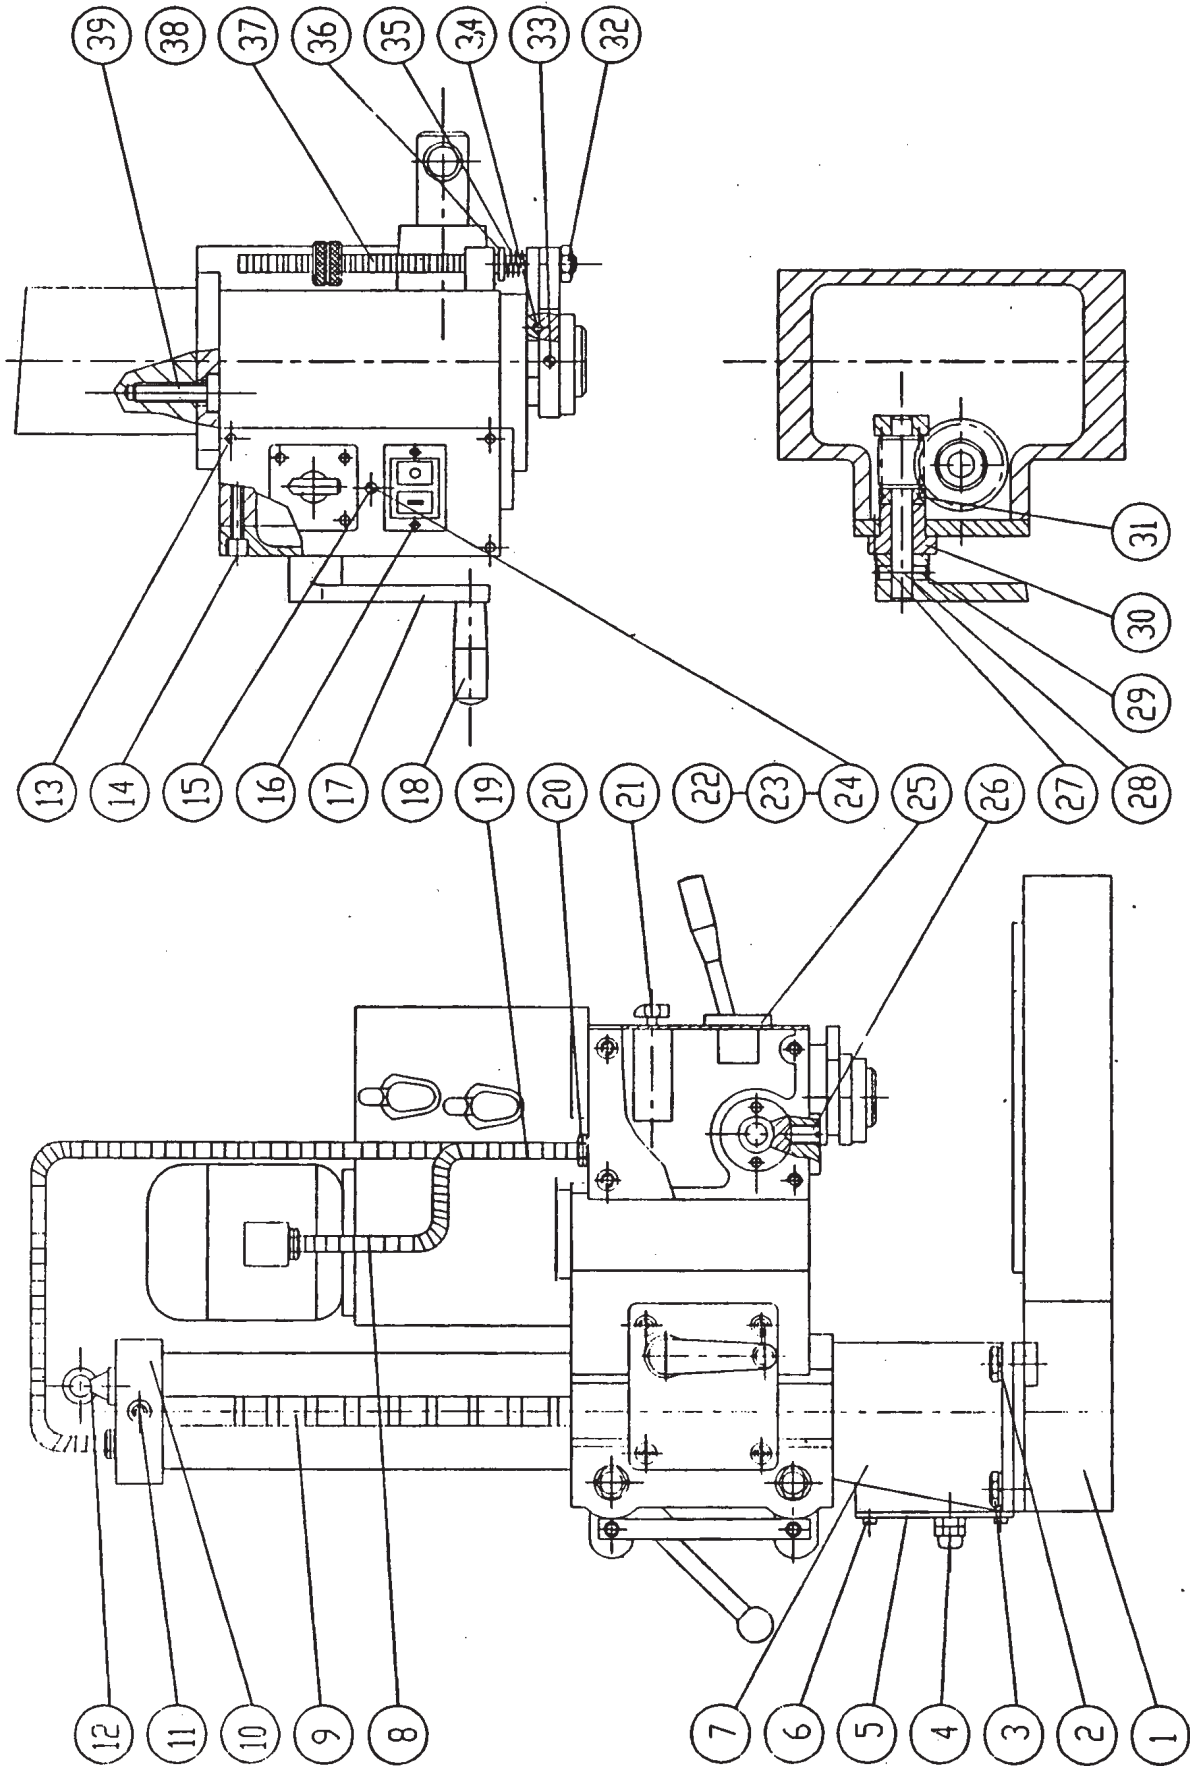
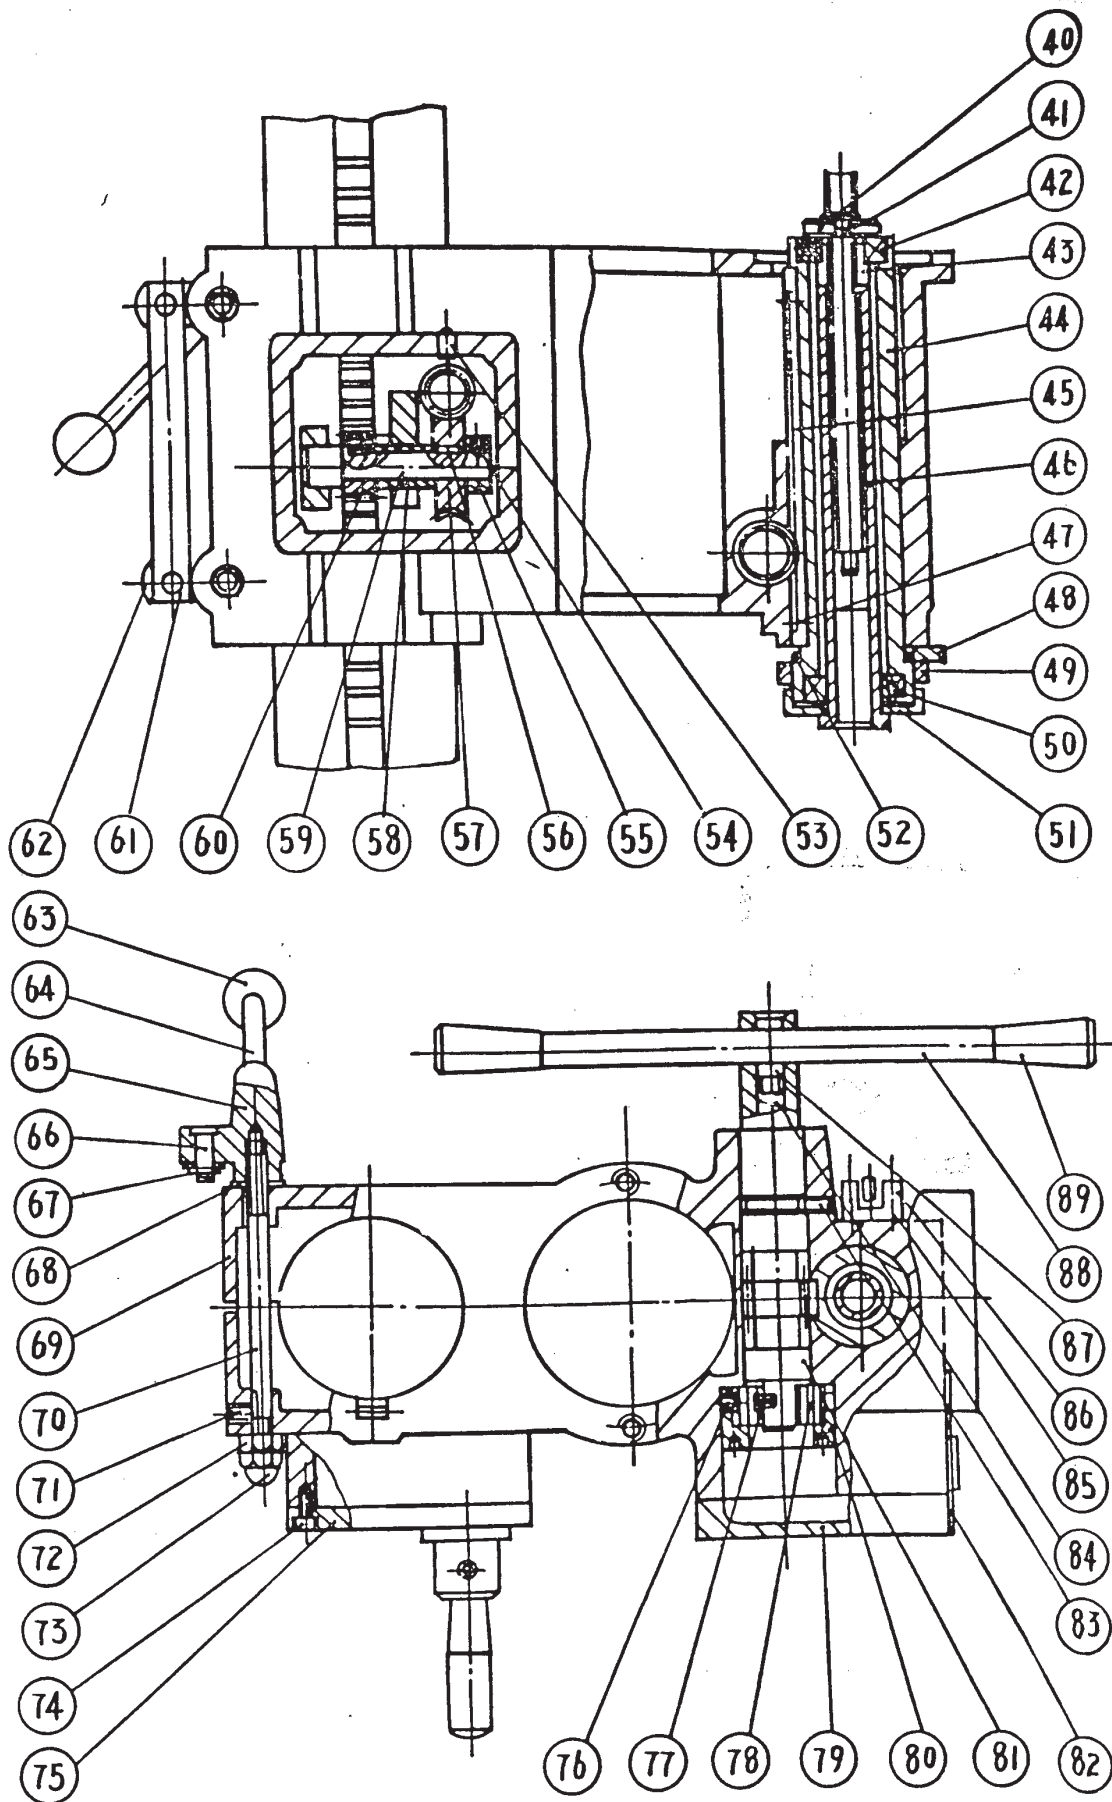
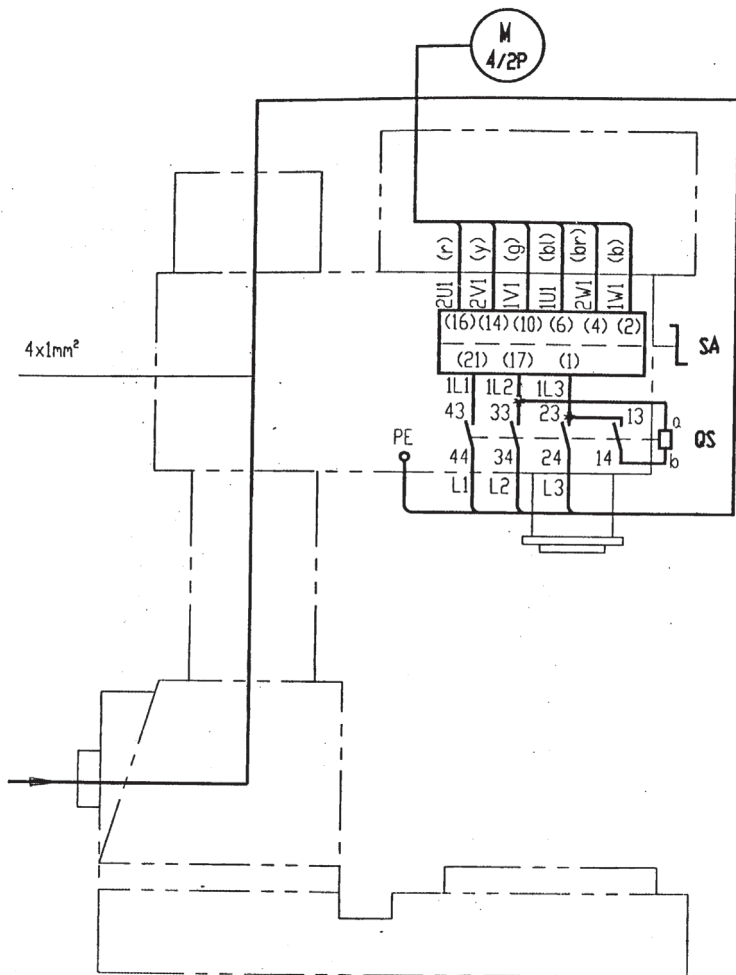

Fig. 1
Fig. 2
Fig. 5 - Bedrading
De kolom is geplaatst in de kolomvoet. Draai klemhendel 63 (fig. 2) van de pinole los en draai zwengel 17 (fig. 1) rond, om de kop verticaal te verstellen langs de kolom. Draai klemhendel 63 weer vast als de kop in de gewenste positie geplaatst is, voor de bewerking. Draai borgmoer 73 los en verdraai moer 72 (fig. 2) om de klemming bij te stellen, indien nodig. De stand van de klemhendel kan op deze wijze ook vermeld worden. Draai de borgmoer tenslotte weer stevig vast.
De tandwielkast is op de spilkop gemonteerd en de motor op de tandwielkast, voor een optimale toegankelijkheid. De pinole kan verticaal worden vermeld door de voedingshendel te verdraaien (pinolevoeding), en de spindel zal mee bewegen. Verwijder de tandwielkast en motor, draai borgring 41 (fig. 2) los, en verdraai vervolgens moer 40 om de speling van de spindellager bij te stellen.
- Pinolevoeding: De pinole kan worden verplaatst met handvoeding, die wordt verkregen door ronddraaien van hendel 88 (fig. 5). De beweging wordt overgebracht op de pinole via een tandwiel en de tandheugel van de pinole, waardoor de pinole verticaal verplaatst kan worden.
- Verstellen van kop: De kop kan handmatig naar boven of beneden versteld worden. Eerst moet klemhendel 63 (fig. 5) losgedraaid worden, en vervolgens kan de kop met zwengel 17 (fig. 2) naar boven of beneden verplaatst worden.
De boordiepte kan worden ingesteld door middel van moer 38 (fig. 1). Draai eerst de bovenste moer los en draai deze na het instellen weer vast om de moer te borgen.
De gereedschapuitwerper werkt met de MK 3 pinole die overeenkomt met GB1443-85 (ISO 296-1974). Ga bij het vervangen van gereedschap als volgt te werk: trek greep 48 (fig. 2) naar buiten en verdraai voedingshendel 88 (fig. 2), zodat de klemhuls de boor meeneemt naar de hoogste positie, totdat het uiteinde van de boor tegen het uiteinde van de as stoot en uitgeworpen wordt. Duw vervolgens greep 48 terug en bevestig het nieuwe gereedschap.